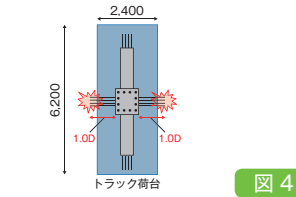

図 4
前章で述べた、柱梁接合部一体型のPCa部材は、平面形状がT型（外周の柱）の部材ならばトラックの荷台の幅に収まり、運搬が可能である。しかし、中柱のように十字型の場合（写真3）、機械式継手の認定上の制約から、どうしても鉄筋の出幅寸法が大きくなり、図4のようにトラックの荷台の幅には収まらず、中柱の柱梁接合部一体型のPCa部材をあきらめざるを得ないケースがあった。そこで、鉄筋の出幅寸法を小さくするために継手位置を柱に近づけても構造的に問題がない構法の開発に着手した。梁のヒンジゾーンを移動させるいわゆるヒンジリロケーションの考え方をPCa工法に応用して、柱面近傍はヒンジゾーンにならないようにして、そこに継手を設置する方法とした。ヒンジリロケーションさせた梁部材の構造性能を確かめるために、構造実験を実施した。実験は、破壊型式の違いや曲げ余裕度、継手位置など数種類の試験体を計画した。ここに紹介する例では、梁端部の主筋を高強度（SD490 → SD590）にし、かつ太径（D16 → D19）とすることで、ヒンジリロケーションさせている。代表的な曲げ破壊型の破壊状況の写真を図5にそれぞれ示す。通常の梁と同様に十分な変形性能が確保されていることがわか
- 図4 トラック荷台設置状況